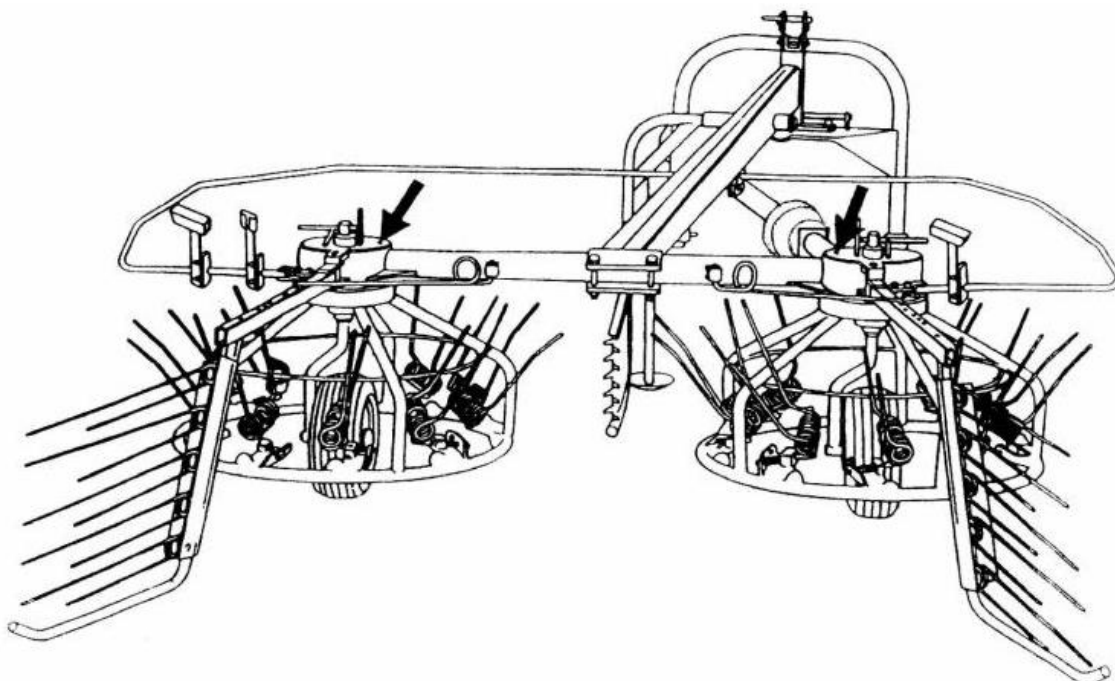

Fig.20
- Durante una stagione lavorativa lubrificare il giroandatore ogni giorno. Mettere il grasso nei punti mostrati con frecce nella fig.20.
- During a working season lubricate the rake-tedder every day. Put the grease into the points shown with arrows at Fig.20.